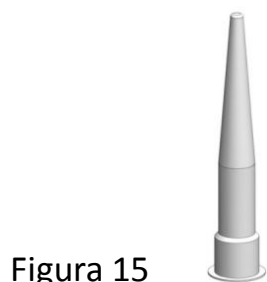

Figura 15
- Selle la cabeza de la cánula (Figura 15). Para ello fundir el extremo de la cánula aplicando calor y comprimirlo. Posteriormente realizar un taladro con una broca de 4mm a una distancia de 8mm medidos des el extremo de la cánula (Figura 16).